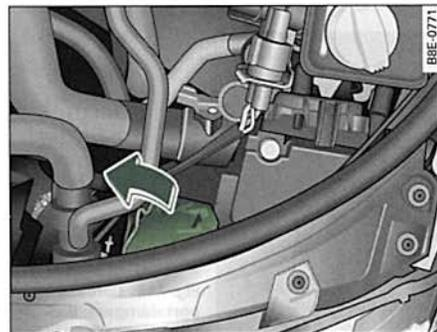

Fig. 252 Compartimento del motor:
- Desbloquear el estribo de acero en la tapa de la carcasa ⇒ *página 302*, fig. 252 en la dirección de la flecha y retirar la tapa de la carcasa ⇒ ⚠ en "Generalidades", *página 298*.